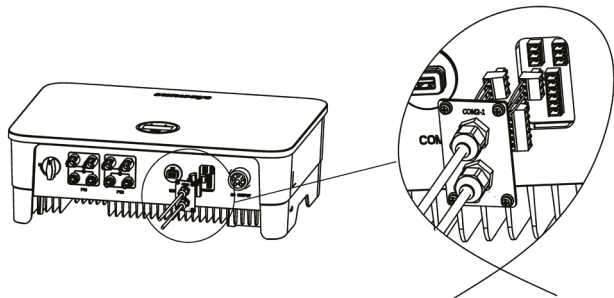

Fig. 42. Branchement du connecteur à 3 broches sur l'onduleur.
4. Insérer le connecteur à 3 broches dans l'onduleur et visser la plaque de protection à l'aide d'un tournevis cruciforme (cf. Fig. 42) :